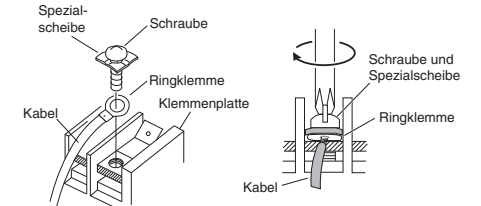

Abb. 3-57
- (4) Die Ringklemme ansetzen, dann die vorher abgenommene Klemmenschraube mit dem Schraubendreher wieder festziehen. (Abb. 3-57)